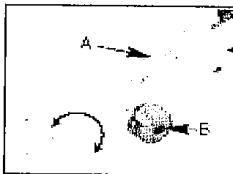

Fig. 8A
1. Dévissez le vis (B) en sens inverse des aiguilles d'une montre (Fig. 8A).
2. Poussez le levier de blocage (A) en bas et tournez la poignée en position exigée (Fig. 8A). Les orifices sont prévus pour 90 degrés à gauche, 90 degrés à droite et 180 degrés.
4. Vissez le vis (B) en sens des aiguilles d'une montre.